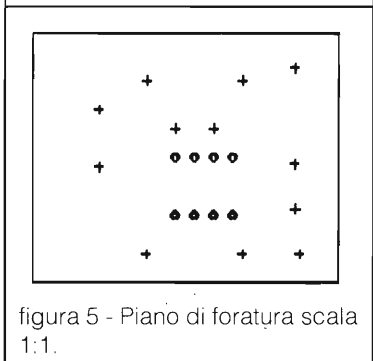

figura 5 - Piano di foratura scala 1:1.
- il piano di foratura: tutti i fori (DRILLS) in dimensioni reali (figura 5).